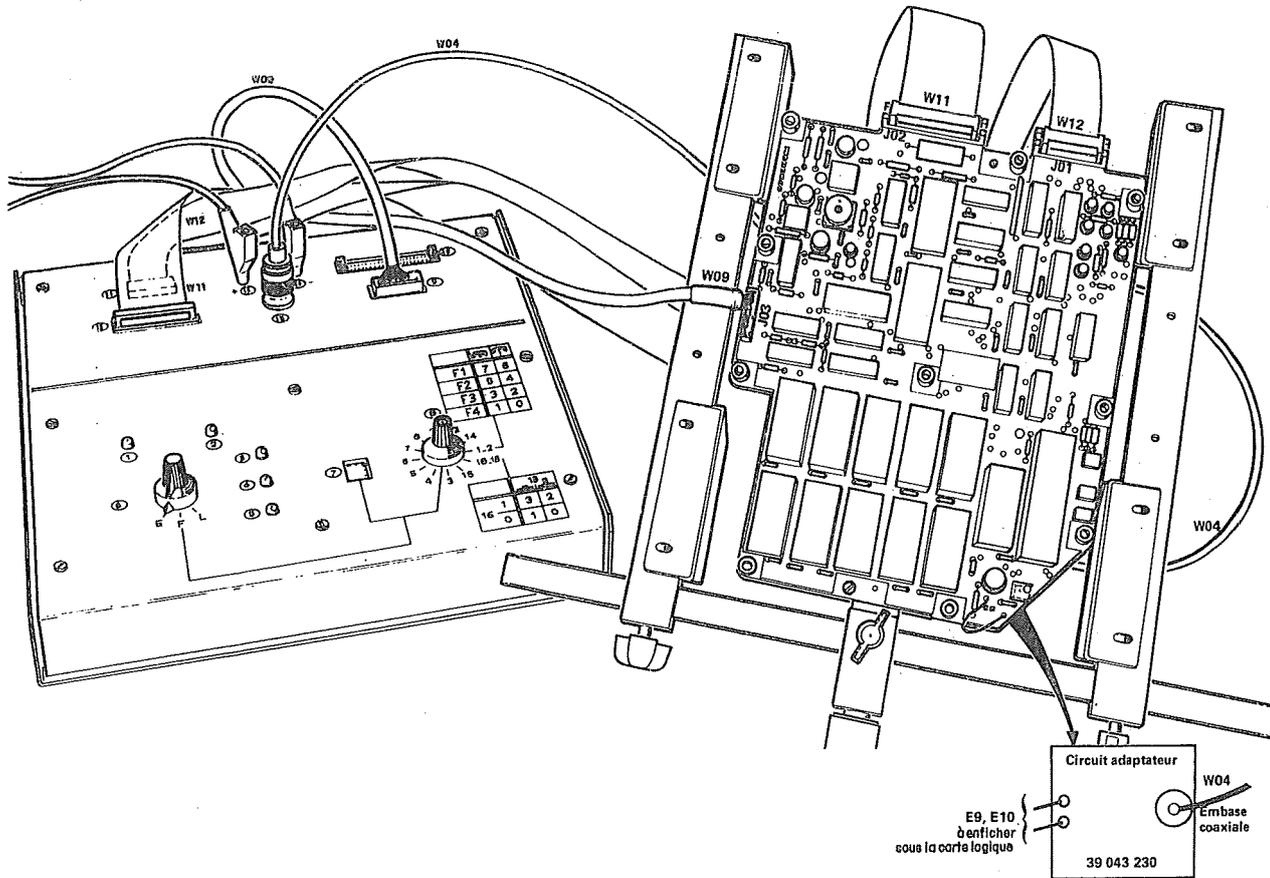

Figure 1 – Contrôle du C.I. logique - Schéma de montage
- Interconnecter le C.I. logique et l'interface logique (fig. 1) :